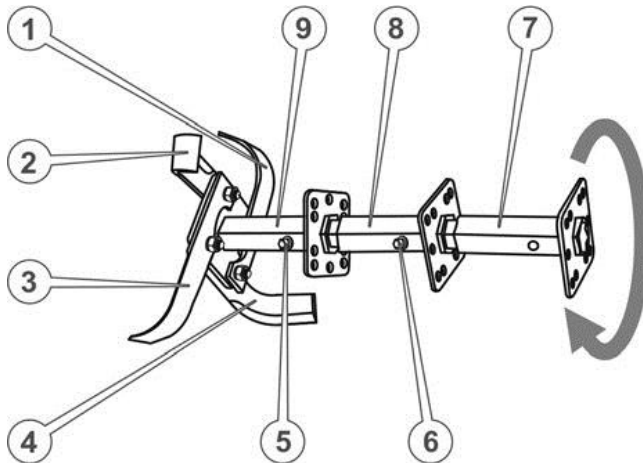
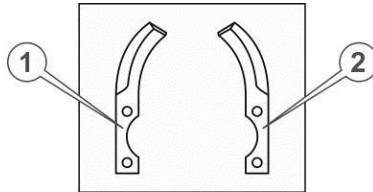

Рисунок 12. – Ґрунтофреза
Рисунок 13. – Ножи ґрунтофрези
1. Встановити додаткову маточину ротора в шестигранний отвір основної маточини та зафіксувати, щоб уникнути можливого осьового зсуву, болтом М8х80 з плоскою і пружинною шайбою (див. рисунок 12.)
3. Взяти з комплекту ґрунтофрези по одному лівому і правому ножу (див. рисунок 13.)
4. Притулити приготовані ножі (наприклад, поз. 2 і поз. 3 на Рисунок 13.) до кріпи-льного квадрату маточини уздовж двох суміжних сторін цього квадрата у такий спосіб, щоб квадрат опинився всередині загинів ножів, загострені частини ножів були спрямовані за ходом обертання (як зазначено стрілкою на рисунок 12.), кріпильні отвори ножів збіглися з отворами квадрата, водночас кінцевий отвір одного ножа (поз. 3) збігся із серединним отвором іншого ножа (поз. 2). Утримуючи ножі в такому положенні вставити в отвір болт, надіти шайби й наживити гайку.